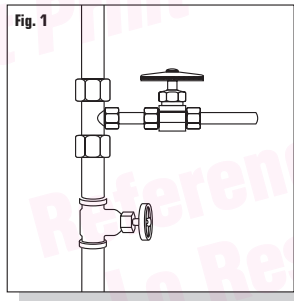

Fig. 1
Cold water plumbing must be modified to provide a $\frac{3}{8}$ " Outer Diameter (OD) x $\frac{1}{4}$ " Inner Diameter (ID) tubing (plastic or metal) for connection to the Auxiliary Faucet (Fig. 1).
- Install a tee in your cold water supply and a separate shut-off valve to the tee before connection of the Auxiliary Faucet (Fig.1). This will allow rinsing and cleaning of the Water Purifier during Cartridge changes.
Se deben modificar las instalaciones de plomería para proporcionar una tubería de plástico o de metal con diámetro externo de $\frac{3}{8}$ " pulg. y diámetro interno de $\frac{1}{4}$ " pulg. para la conexión del Grifo auxiliar (Fig. 1).
3. Instale una T en la línea de suministro de agua fría y una válvula de cierre separada antes de hacer la conexión del Grifo auxiliar (Fig. 1). Esto permitirá elevar y limpiar el